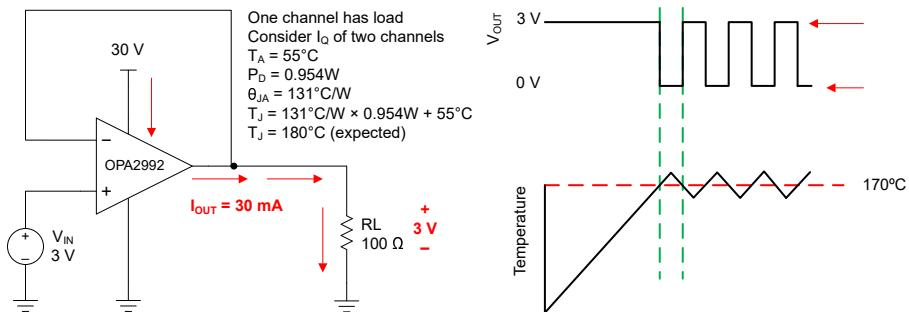

図 6-4. 過熱保護動作
あらゆるアンプは、内部消費電力によって内部(接合部)の温度が上昇します。この現象を「自己発熱」と呼びます。OPAx992 の絶対最大接合部温度は 150°C です。この温度を超えると、デバイスが損傷します。OPAx992 には過熱保護機能があり、自己発熱による損傷を低減できます。この保護機能はデバイスの温度を監視し、温度が 170°C を超えるとオペアンプの出力ドライブをオフにします。OPA2992 の消費電力 (0.954W) のために自己発熱が大きくなるアプリケーションの例を、図 6-4 に示します。この例では、どちらのチャネルも静止消費電力を持ち、一方のチャネルには大きな負荷があります。熱に関する計算から、周囲温度が 55°C の場合、デバイスの接合部温度は 180°C に達することが示されます。しかし、実際のデバイスでは出力ドライブがオフになるので、接合部の温度は安全域に回復します。過熱保護時の回路の動作を、図 6-4 に示します。通常の動作では、デバイスはバッファとして動作し、出力は 3V になります。自己発熱によりデバイスの接合部温度が内部制限値を超えた場合、過熱保護機能によって出力が強制的に高インピーダンス状態になり、出力は抵抗 R_L によってグランドにプルダウンされます。過剰な消費電力を引き起こした条件が解消されない場合、出力の障害が修正されるまで、アンプはシャットダウン状態とイネーブル状態をいったりきたりします。放熱性能は、選択したパッケージと PCB レイアウト設計によって大きく異なる場合があることに注意してください。この例では、SOIC (8) パッケージの放熱性能を使用しています。